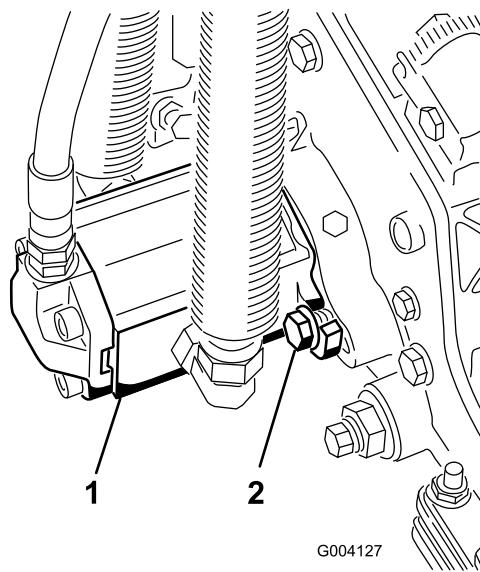

Figura 30
3. Instale o motor girando-o no sentido horário para que as flanges do motor passem pelos parafusos (Figura 30).